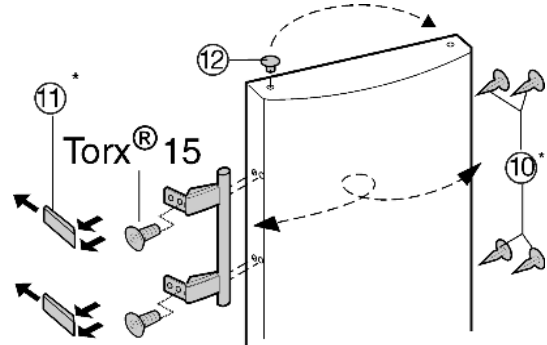

Fig. 7
- Vyjměte zátky Fig. 7 (12) z pouzdra ložisek dveří a přemístěte je.
- Odmontujte kliku dveří, zátky Fig. 7 (10) a krycí destičky Fig. 7 (11) a nasadte na druhou stranu.